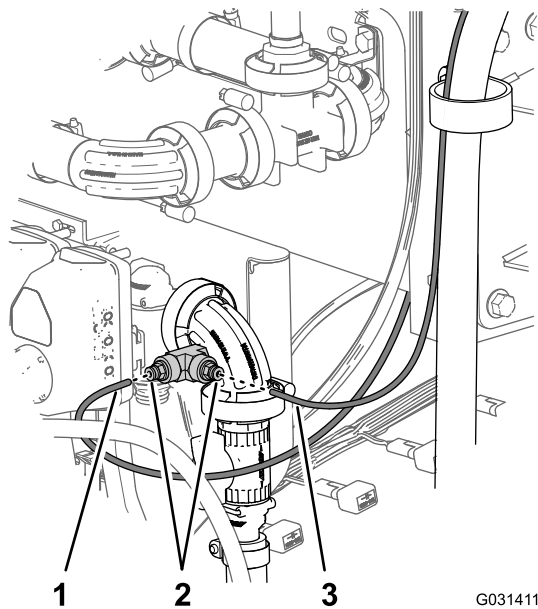

Figura 186
4. Inserite l'estremità del tubo di rilevamento della pressione per il manometro del cruscotto nell'accoppiatore del tubo, fino a quando il tubo non è completamente in sede nell'accoppiatore (Figura 186).
5. Inserite l'estremità del tubo di rilevamento della pressione per il manometro dell'avvolgitubo nell'accoppiatore del tubo, fino a quando il tubo non è completamente in sede nell'accoppiatore (Figura 186).